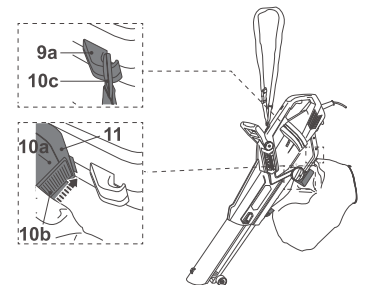

Fig. 5
- > Alignez le raccord [10a] du sac de collecte [10] avec la buse de sortie [11] et insérez-le dans l'emplacement. Assurez-vous que les verrous [10b] s'enclenchent (Fig. 5).
- > Fixez la boucle de suspension arrière [10c] au crochet arrière [9a] (Fig. 5).